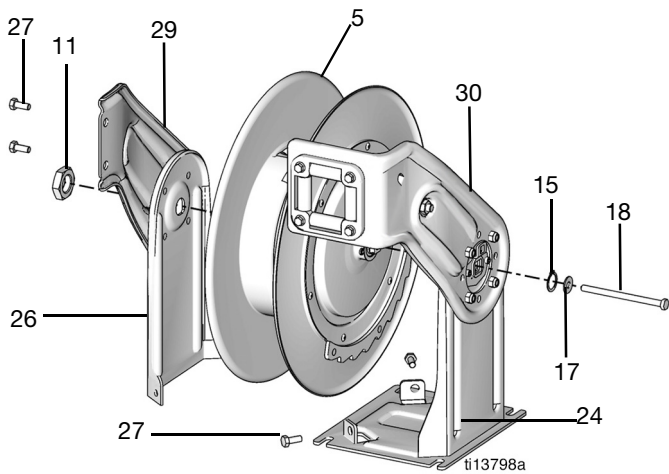

FIG. 21
- Retirer le grand écrou (11) (FIG. 21).
- Retirer les deux vis (27) qui maintiennent le socle (26) sur la base (24) et les deux vis (27) qui maintiennent le bras de guidage (29) et le bras de guidage (30) (FIG. 21).
- Retirer complètement, en une seule pièce, le bras de guidage (29) et l'ensemble socle (26) et les mettre de côté pour les réinstaller sur la nouvelle bobine (FIG. 21).
8. Poser l'enrouleur de flexible sur le côté pour accéder facilement au bras de guidage (30) et au socle (24).
9. Retirer le long boulon (18) et les rondelles (15 et 17) (FIG. 21).